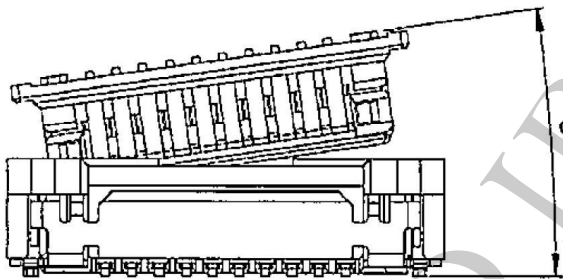
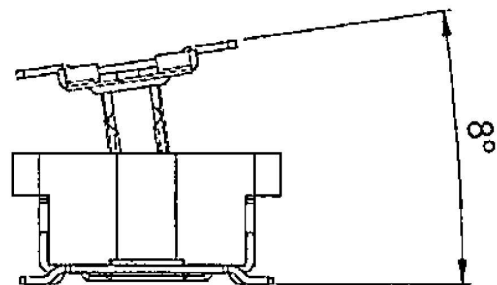

Fig.1
Fig.2
- ・誘い込み時の角度は図1～図2になりますので、記載角度以下で位置決めをして下さい。
Figure 1 and 2 show guiding angle. Please locate it below the described angle.